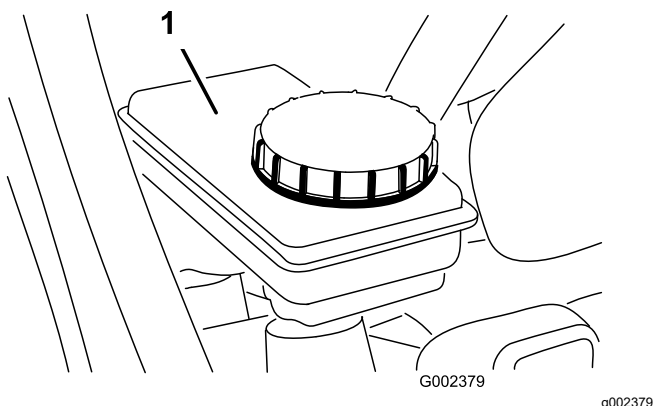

Figura 57
5. Asigurați-vă că nivelul lichidului este până la linia cu marcajul Full (Complet) a rezervorului (Figura 57).
6. Dacă nivelul lichidului este scăzut, curăați zona din jurul capacului, scoateți capacul rezervorului și umpleți rezervorul la nivelul corespunzător cu lichidul de frână specificat (Figura 57).